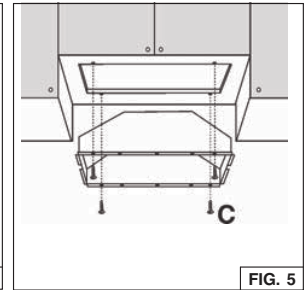

FIG. 5
5. Fixez la hotte au meuble à l'aide des (4) vis de montage "C" 3.2x13mm (Fig. 5). Pour un fixage latéral, utiliser les vis M4x15mm avec rondelles et écrous.